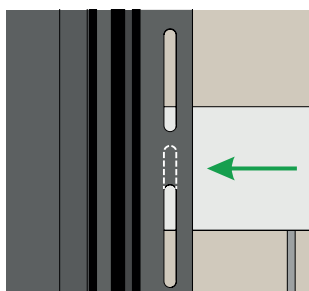

Рисунок 5
- 6.6** Если при монтаже доборных элементов перфорация не попадает на обрешетку, используя пробойник, удлините перфорационное отверстие в одну из сторон (Рис. 5). Перфорационные отверстия соединять между собой запрещено (Рис. 6).